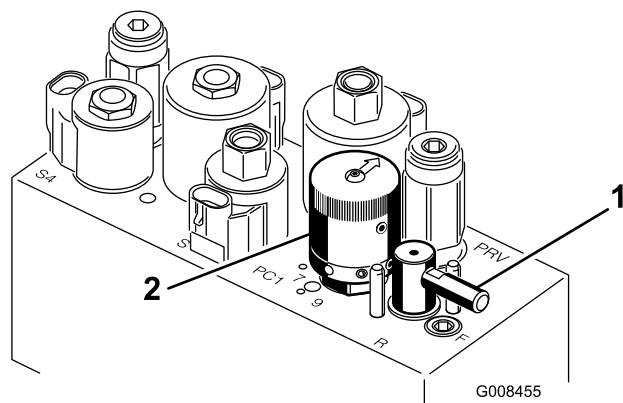

図 56
5. バックラップレバーを R 位置にセットする (図 56)。
6. リール速度セレクタを 1 にセットする (図 56)。